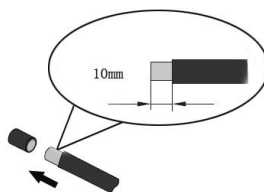

图 3.7
(2) 逆变器的 PE 线（地线）必须可靠接地，确保零线与地线之间的阻抗小于 10 欧姆。
(3) 断开光伏逆变器和公共电网之间的断路器并确保其不会意外闭合。
(4) 按照下面的步骤将逆变器和电网连接：
- 如图 3.7 所示，将符合规格的交流线缆剥去绝缘层，剥去的长度为 10mm。